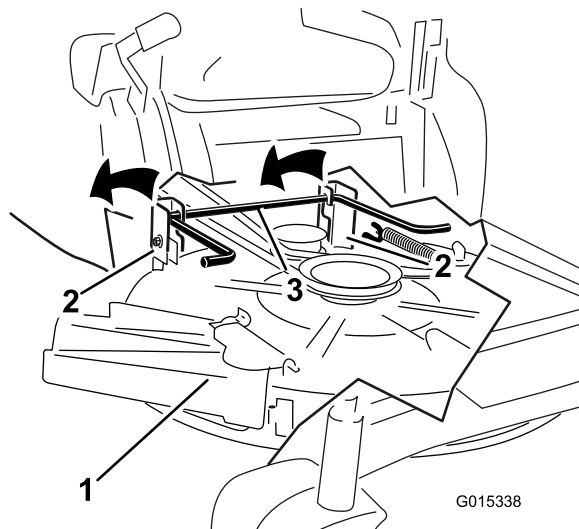

Figure 57
- Soulevez et déposez le tablier de coupe et les supports de la tige de levage arrière et abaissez le tablier au sol avec précaution (Figure 57).
5. Soulevez l'arrière du tablier de coupe et guidez les supports sur la tige de levage arrière (Figure 57).